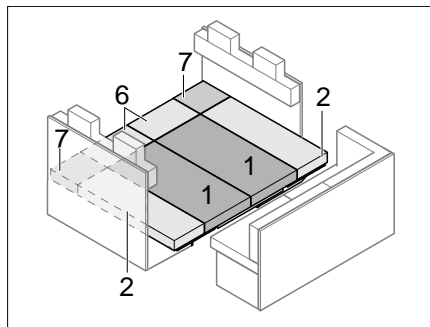

Bild 196 Nach dem Umbau
- Sitz-, Rücken- und Zusatzpolster wie in Bild 196 gezeigt auflegen.